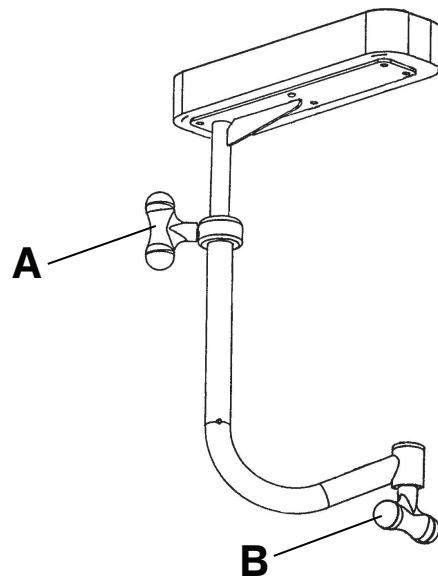

Figure 3 – Régler les repose-poignets optionnels
1. Tourner la molette (A) dans le sens antihoraire (Figure 3).
3. Tourner la molette (A) dans le sens horaire jusqu'à ce que le repose-poignet soit immobile.
1. Tourner la molette (B) dans le sens antihoraire (Figure 3).
3. Tourner la molette (B) dans le sens horaire jusqu'à ce que le repose-poignet soit fixé.